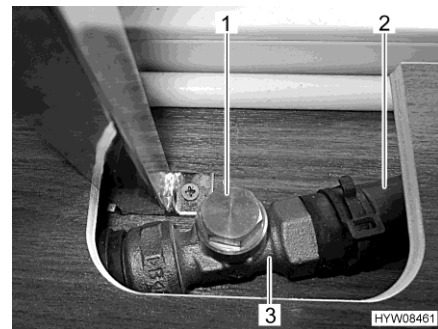

Bild 180 Drossel (geöffnet)
- Umgehungsleitung (Bild 180,2) hinter der Drossel (Bild 180,3) anfassen. Der Schlauch muss handwarm sein.